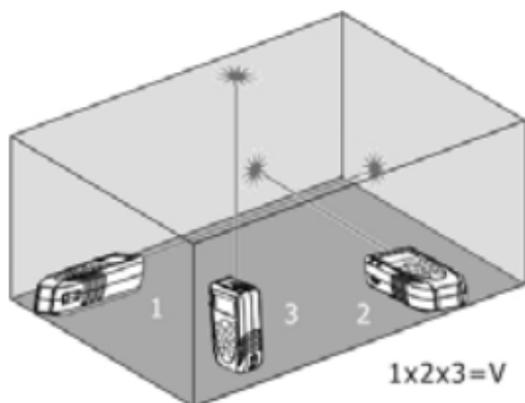

Fig. 6: Esempio di misura di Volume
3. Premere il tasto  per eseguire la prima misura (lunghezza) della superficie (vedere Fig. 6). Il valore corrispondente è inserito nel primo display parziale. Il simbolo  è mostrato con lato "1" lampeggiante
4. Premere nuovamente il tasto  per eseguire la seconda misura (larghezza) della superficie (vedere Fig. 6). Il valore corrispondente è inserito nel secondo display parziale. Il valore dell'area corrispondente è mostrato nel display risultante. Il simbolo  è mostrato con lato "2" lampeggiante
5. Premere ancora il tasto  per eseguire la terza misura (altezza) (vedere Fig. 6). Il valore totale del volume è mostrato nel display risultante display principale